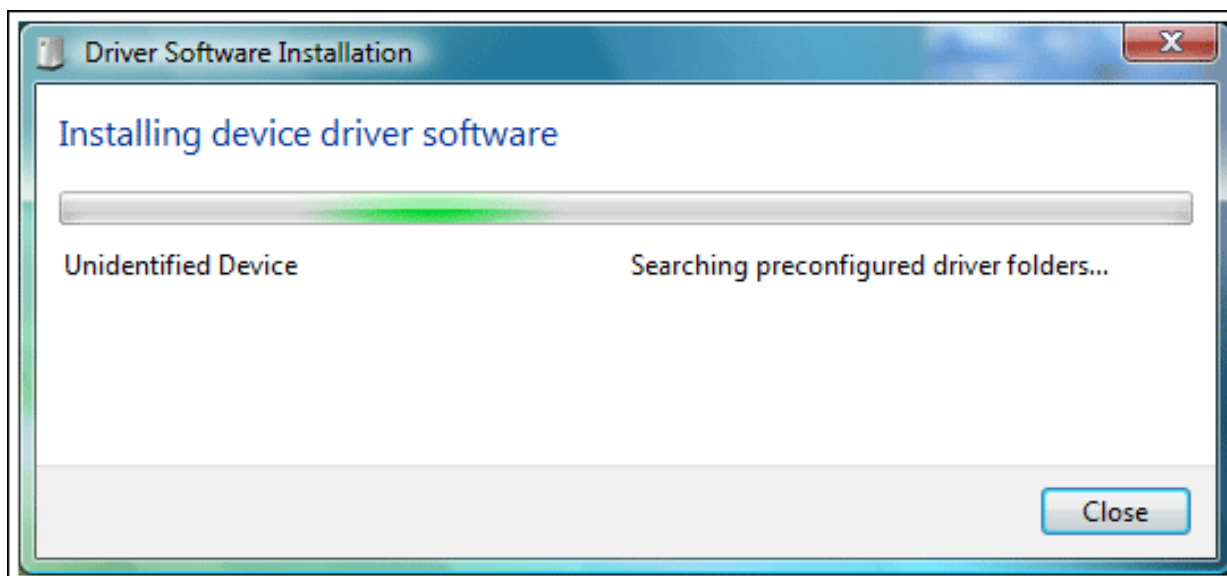
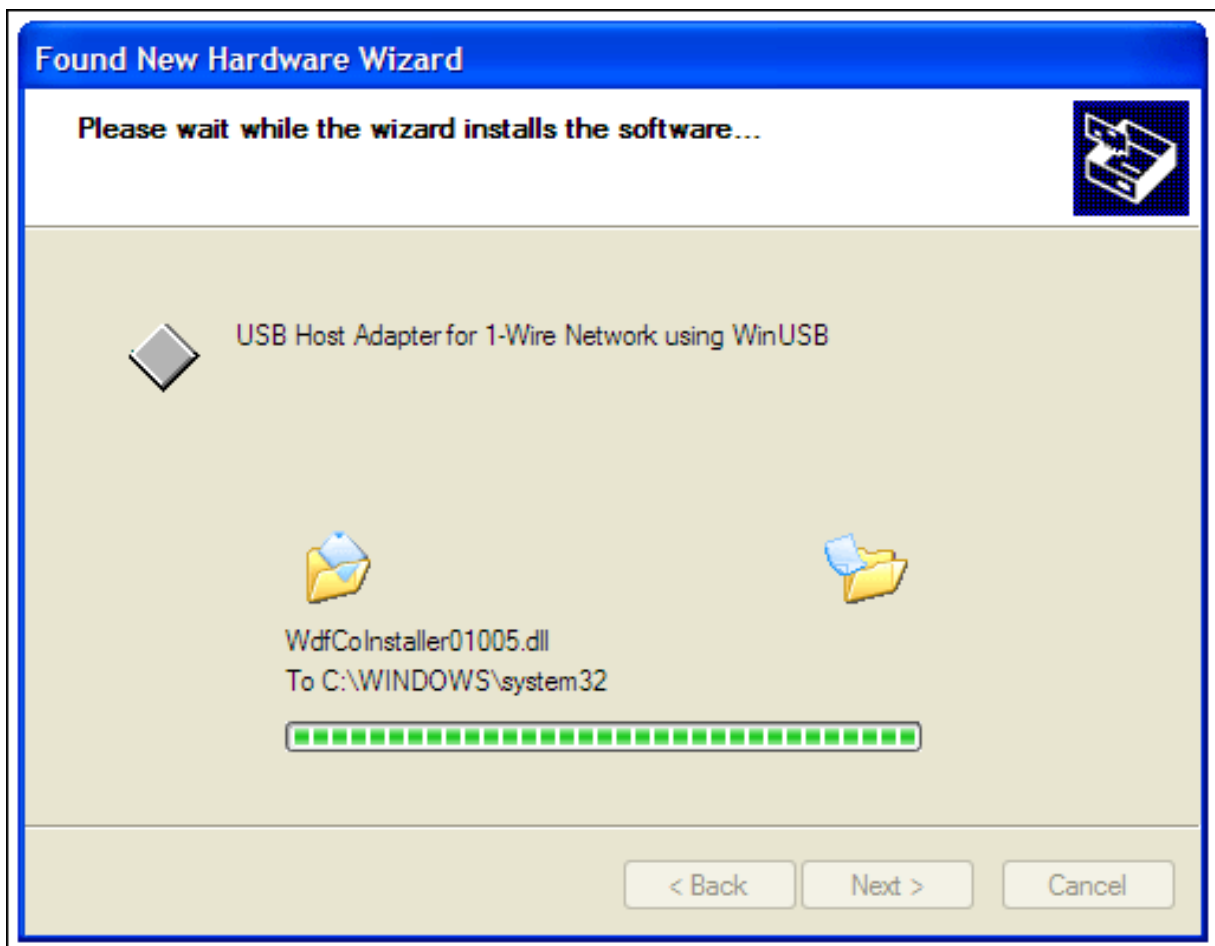

Рис. 5. Окно установки "plug-and-play" в Windows Vista.
Рис. 7. Окно установки "plug-and-play" в Windows XP.
**Помните:** если вы попытаетесь подключить USB-адаптер перед тем, как завершится Шаг 3, механизм "plug-and-play" не сможет выполнить вышеуказанную процедуру корректно. В Windows Vista на экране появится окно установки "plug-and-play" (рис.5, 6). (Для установки в Windows XP смотрите рис.7, 8).